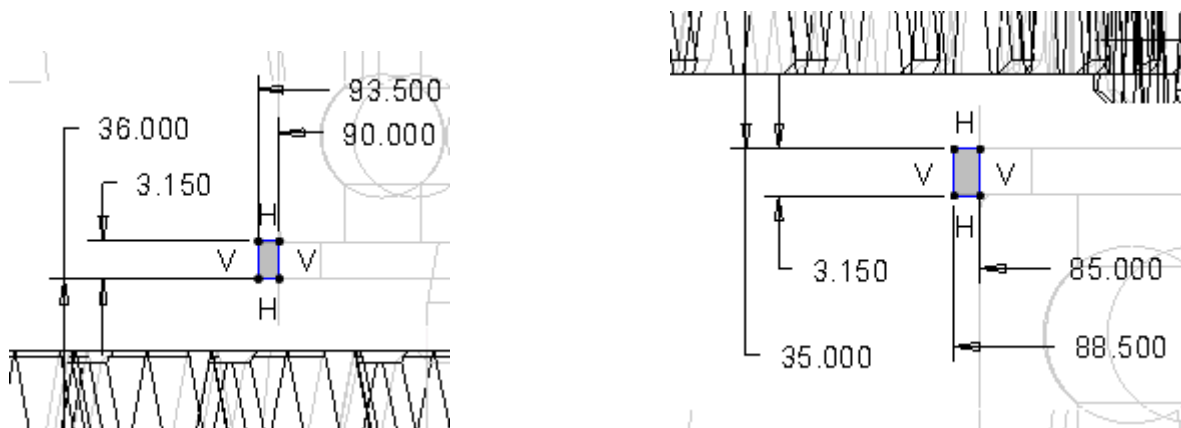

Abb. 9 Skizze Drehen Sicherungsring: links am Abtrieb; rechts am Antrieb
- ▶  Drehen ▶ Skizzenebene: E_TEILUNG ▶ Referenzen: E_ABTRIEB, E_ZRSTUFE ▶ Rotationsachse in E_ABTRIEB ▶ Skizze siehe Abb. 9 (Referenzen für die gezeigten Durchmesser- und Abstandsmaße sind A_ANTRIEB bzw. A_ABTRIEB und die E_ZR_STUFE)